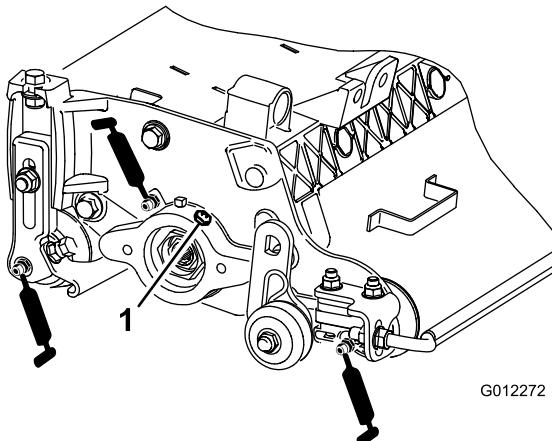

Figura 8
Ogni verticutter ha 7 raccordi di ingrassaggio (Figura 8) che vanno lubrificati ogni settimana con grasso a base di litio per usi generici n. 2.
- Applicate il grasso fino a quando non vedete uscire grasso pulito dalle guarnizioni dei rulli e dalla valvola di sfogo dei cuscinetti (Figura 8).